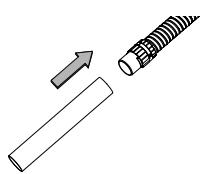

Fig. 6
4. Sådan tilsluttes røret: Sæt røret i den anden ende af slangen (fig. 6).